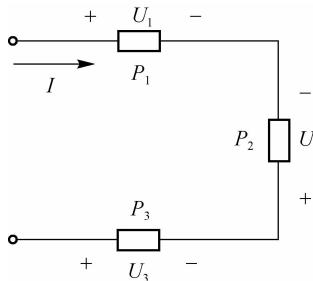

图 1-27 【例 1-13】电路
**【例 1-13】** 图1-27所示为直流电路,其中 $U_1=5\text{ V}$ , $U_2=-9\text{ V}$ , $U_3=4\text{ V}$ , $I=5\text{ A}$ ,求各元件接收或发出的功率 $P_1$ 、 $P_2$ 和 $P_3$ ,并求整个电路的功率 $P$ 。